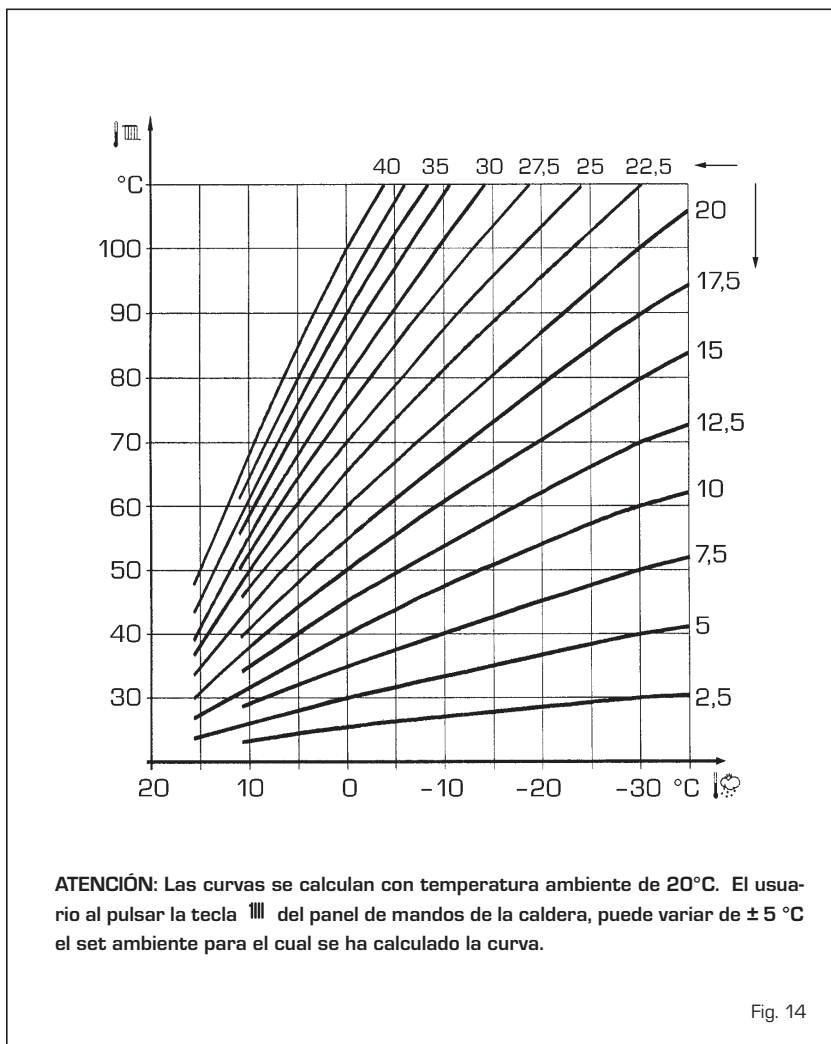

Fig. 14
3.3 SONDA EXTERNA CONECTADA (fig. 14)
La curva climática se puede seleccionar entre los valores de 3 y 40 (con pasos de 1). Aumentando la pendiente representada por la curva de la fig. 14, se incrementa la temperatura de impulsión de la instalación conforme a la temperatura externa.